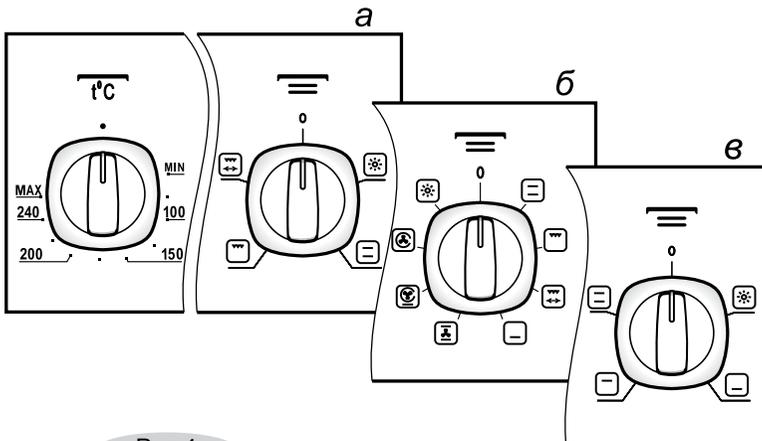

Рис.4
- ручкой режимов работы устанавливается необходимая функция (в зависимости от модели может быть вариант **а**, **б** или **в** (рис. 4);
- ручкой терморегулятора (рис. 4) задается температура нагрева духовки, которая поддерживается автоматически.